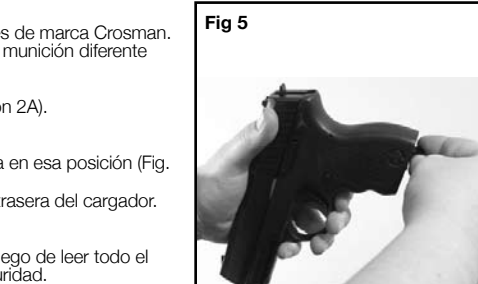

Fig 5
- Sostenga la pistola con una mano tal como se muestra (Fig. 5).